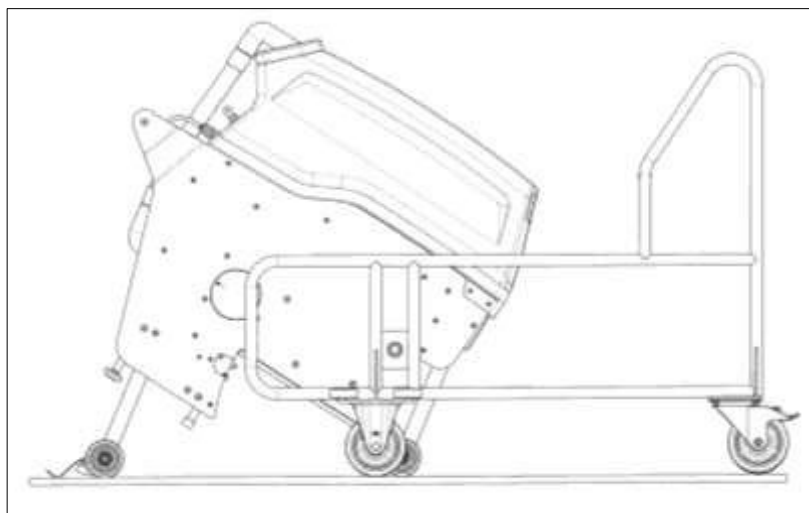

Bild 17 Einfahren in Wartungsstellung
Zur Wartung wird die Maschine nach Entfernen der Steckachse (31) aus dem Transportwagen mit der Deichsel nach hinten in diesen eingefahren (siehe Bild 17: Einfahren in Wartungsstellung).
So können Wartungs- und Reinigungsarbeiten bequem und schnell durchgeführt werden (siehe Bild 17: Maschine in Wartungsstellung).